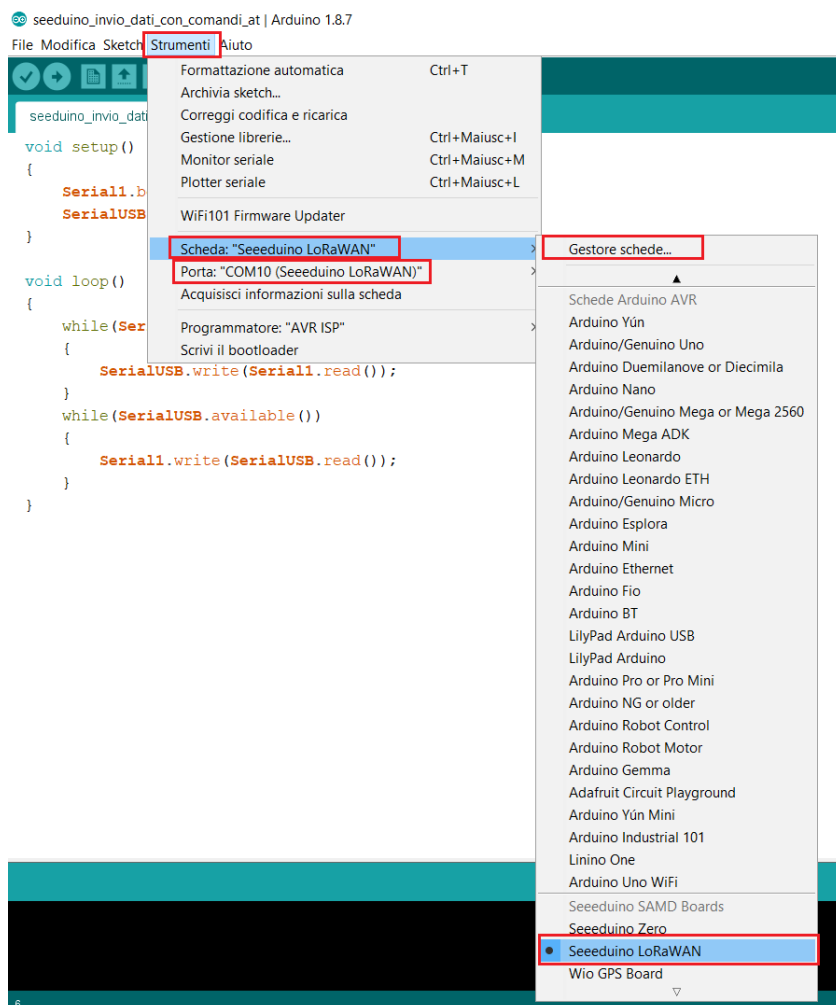

FIGURA 10 Selezione della scheda Seeeduino LoRaWAN e della porta di comunicazione.
3. Selezionare *Strumenti* → *Scheda* → *Seeeduino LoRaWAN* e la porta su cui è installata la scheda (FIGURA 10).